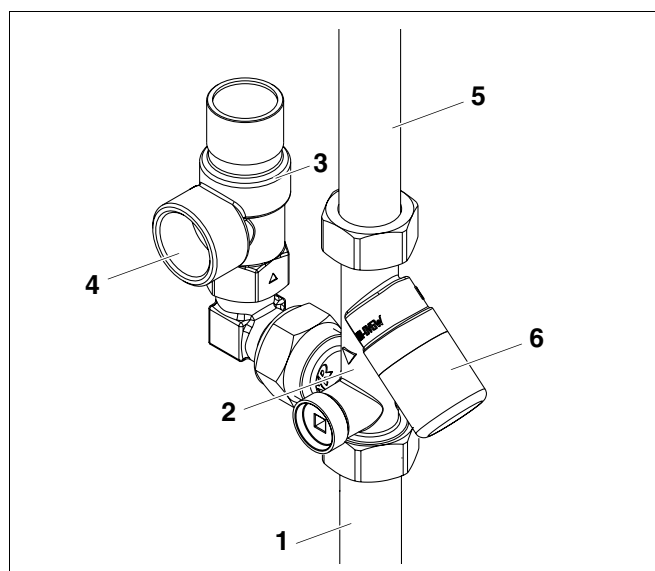

Abb. 31 Sicherheitsgruppe montieren
- Sicherheitsgruppe (Abb. 31, **Pos. 2**) mit Dichtung $\varnothing 17 \times 24 \times 2$ an das Kaltwasserrohr (Abb. 31, **Pos. 1**) schrauben. Auf Dichtung und Fließrichtung achten!
- Sicherheitsventil (Abb. 31, **Pos. 3**) mit eingelegter Dichtung an die Sicherheitsgruppe (Abb. 31, **Pos. 2**) schrauben.
- Ausgang Sicherheitsventil (Abb. 31, **Pos. 4**) so ausrichten, dass er in die Richtung des Trichtersiphons zeigt.
- Schraubnippel (Abb. 31, **Pos. 5**) mit Überwurfmutter in den Kaltwasseranschluss eindichten.
- Sicherheitsgruppe (Abb. 31, **Pos. 2**) mit Dichtung $\varnothing 17 \times 24 \times 2$ an den Schraubnippel (Abb. 31, **Pos. 5**) schrauben.